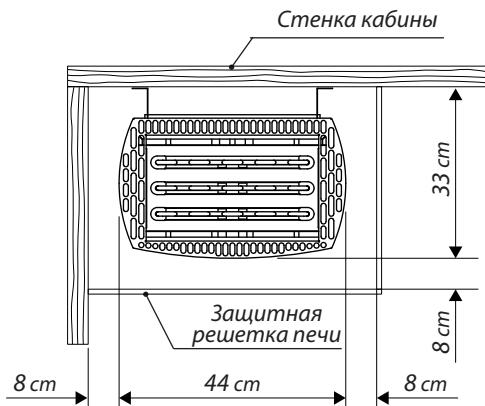

Рис. 1
- Боковые расстояния (по горизонтали) между нагревательным прибором и стенкой кабины, а также защитной решеткой кабины, полкой и другими воспламенямыми материалами указаны на рис. 1.